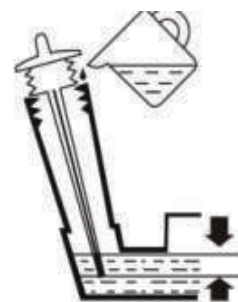

Рис. 10
См. рис. 10.
3. Необходимо заполнить маслом до отметки FULL. См. рис. 10.